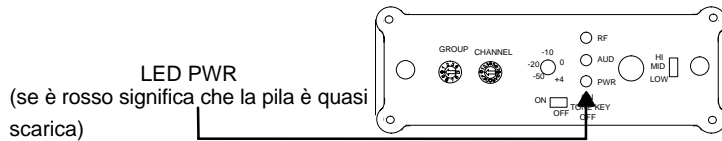

FIGURA 8
2. Osservate il LED PWR sul pannello anteriore (vedi Figura 8); se si illumina in verde, la pila è quasi scarica e va cambiata immediatamente.